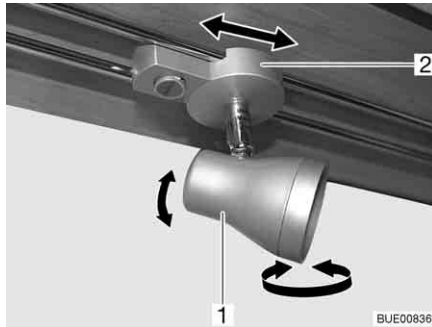

Fig. 57 Foco
**Girar:** ■ Cogér la carcasa (Fig. 57,1) y girarla.
**Desplazar:** ■ Cogér el soporte (Fig. 57,2).